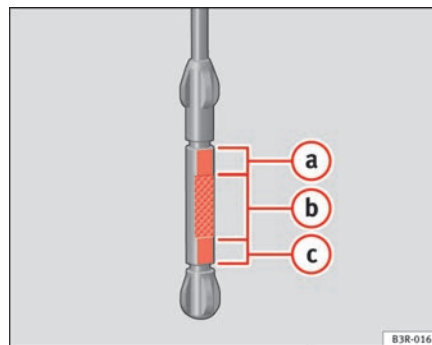

Fig. 165 Zonas marcadas en la varilla de medición de aceite
- A continuación, vuelva a extraerla y compruebe el nivel de aceite ⇒ fig. 165. En caso necesario, reponga aceite del motor ⇒ página 227.